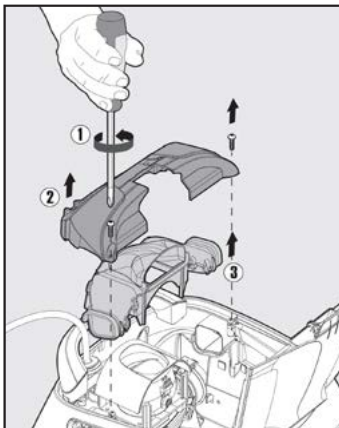

Figura 22
1. Usando un destornillador Phillips N.º 2, quite los dos tornillos que sostienen la cubierta intermedia y el ensamblaje del tubo colector. Estos tornillos se pueden encontrar en las esquinas internas de la cubierta intermedia. Ver **Figura 22.**
3. Jale suavemente la cubierta intermedia (Artículo N.º 2 en la **Figura 22**) para quitarla del limpiafondo y póngala a un lado.
4. Jale suavemente el ensamblaje del tubo colector (Artículo N.º 3 en la **Figura 22**) para quitarlo del limpiafondo y póngalo a un lado.